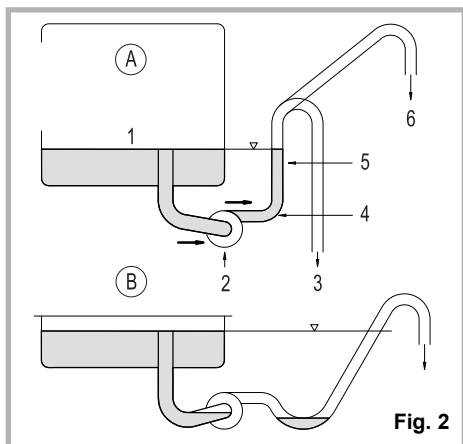

Fig. 2
**BOMBA DE DESCARGA (Opcional) (Fig. 2):**